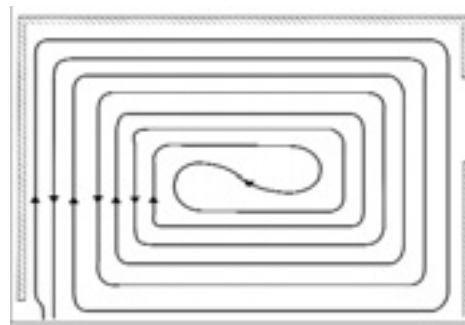

Рис. 137.
- в форме спирали (рис. 137.) - равномерное распределение температуры по поверхности пола.